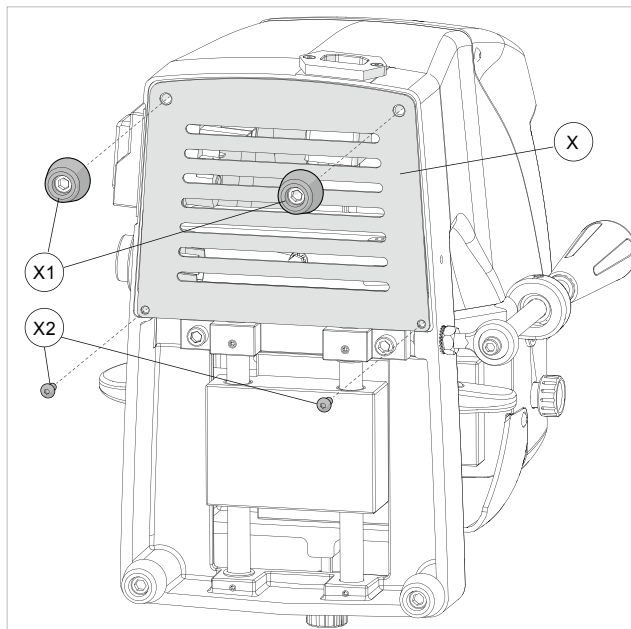

Fig. 48
- 2) Aflojar los 2 pies (X1), los 2 tornillos (X2) y retirar la protección inferior (X) (Fig. 48).